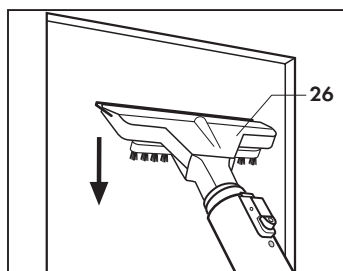

Fig. 11
- premere la racla in gomma sulla superficie ed aspirare l'acqua presente eseguendo dei movimenti rettilinei verticali verso il basso (Fig. 11).